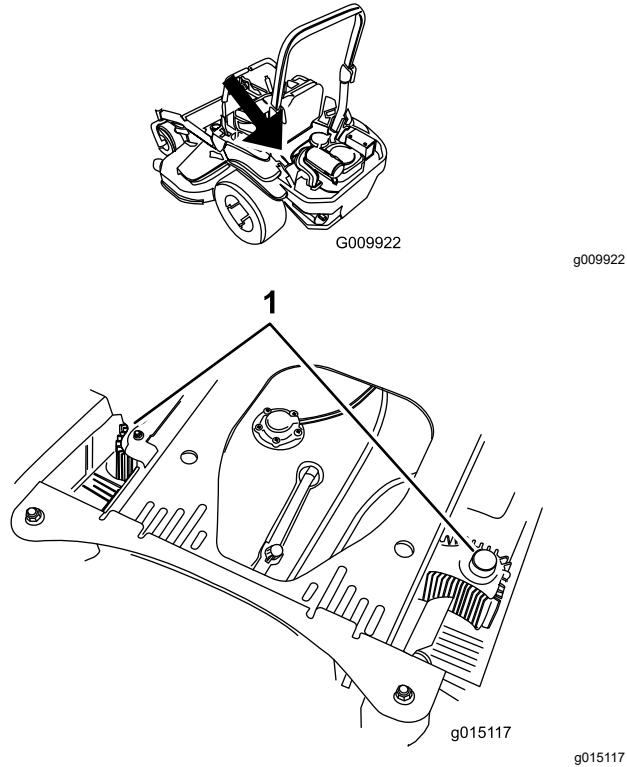

Figura 95
4. Limpe os detritos e relva dos resguardos da unidade hidráulica (Figura 95).